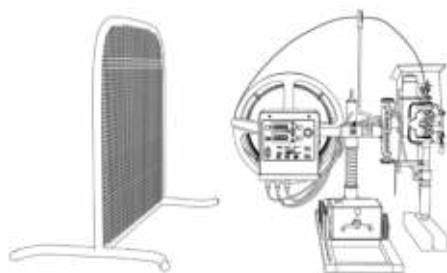

Рис. 8.12. Установка защитных экранов.
- При сварке на открытом воздухе защитите сварочный трактор от порывистого ветра (см. рис. 8.12).